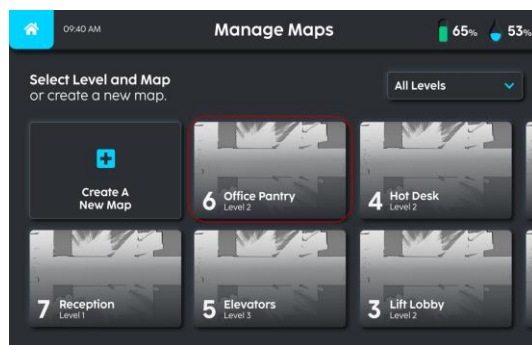

FIGURE 4-7
1. Sélectionnez la carte à supprimer (Fig. 4-7).